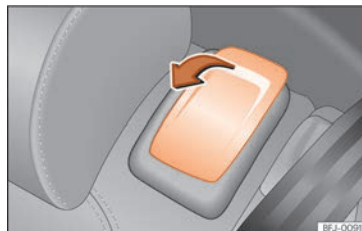

Abb. 108 Zweite Sitzreihe: Bedienelemente der Einstiegsilfe.
- Entriegelungshebel in Pfeilrichtung ziehen »» **Abb. 108**.
- Hebel »» **Abb. 108** ziehen und Sitzlehne nach hinten in die aufrechte Position klappen. Der komplette Rücksitz klappt nach hinten »» ⚠.